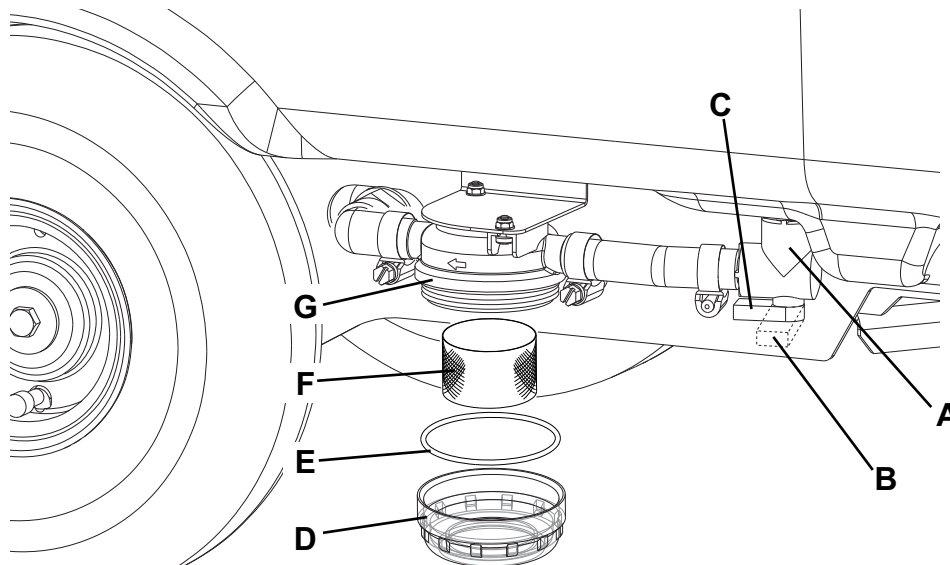

Figure 8
2. Positionner la clé de contact (80) sur "0".
3. Fermer le robinet de la solution (A, Fig. 8) situé dessous la machine, derrière la roue arrière gauche.